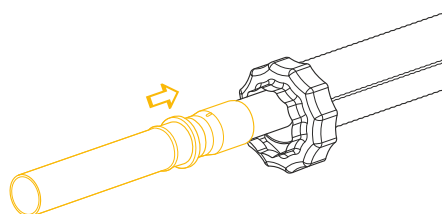

Рис. 4.6.4
- Надвинуть фитинг с гильзой на торец напорной трубы до упора (рис. 4.6.4).